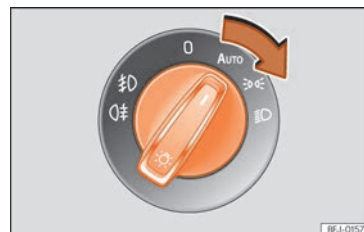

Fig. 95 Combiné d'instruments : commande des feux.
- Tournez l'interrupteur dans la position désirée » fig. 95.
- Mettez le contact et amenez la commande des feux sur la position **AUTO** » » » **fig. 95**.
- Tournez la commande des feux sur une position autre que **AUTO** » » » **fig. 95**.